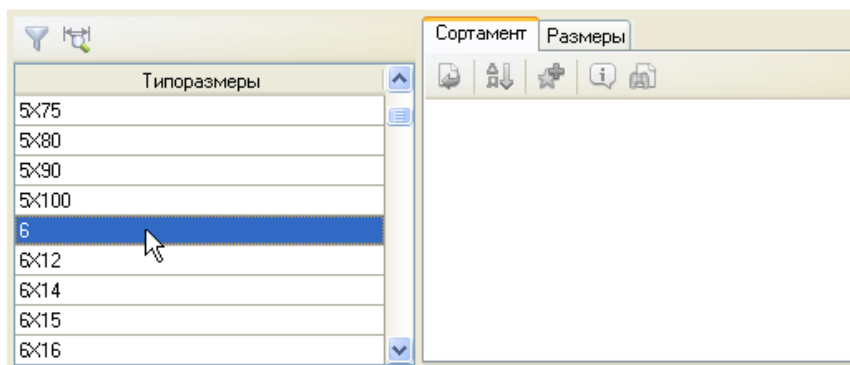

Рисунок 30.
- В окне Типоразмеры отключите кнопку Показать типоразмеры с учетом применяемости. Это позволит просмотреть все типоразмеры данного сорта материала (рис. 30).